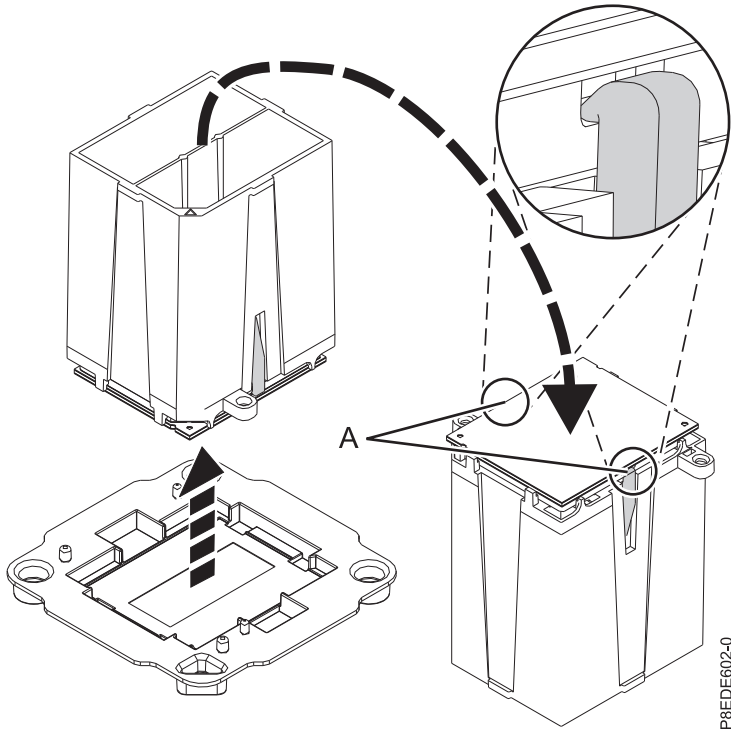

Figura 14. Asegurarse de que el módulo de procesador del sistema está completamente fijado a la herramienta
5. Sujete los laterales de la herramienta y del módulo del procesador del sistema y levántelo un poco de la bandeja del módulo de procesador del sistema. A continuación, gírelo para que el lateral del módulo del procesador del sistema quede arriba. Asegúrese que los dos agarres (A) de la herramienta sujeten firmemente el módulo del procesador del sistema, como se muestra en la Figura 14 en la página 16.